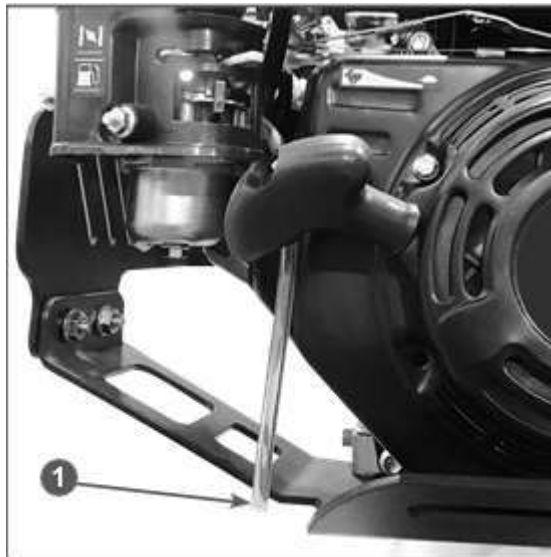

Рис.13 - Дренажная трубка карбюратора
**ПРИМЕЧАНИЕ!** Установленный на вибротрамбовку бензиновый двигатель работает в режиме вертикальных возвратно-поступательных движений. Поэтому в отличие от бензиновых двигателей, установленных на других механизмах и устройствах, двигатель Вашей вибротрамбовки оборудован дренажной трубкой 1, которая предотвращает перелив поплавковой камеры карбюратора, что обеспечивает бесперебойную стабильную работу двигателя (Рис. 13).